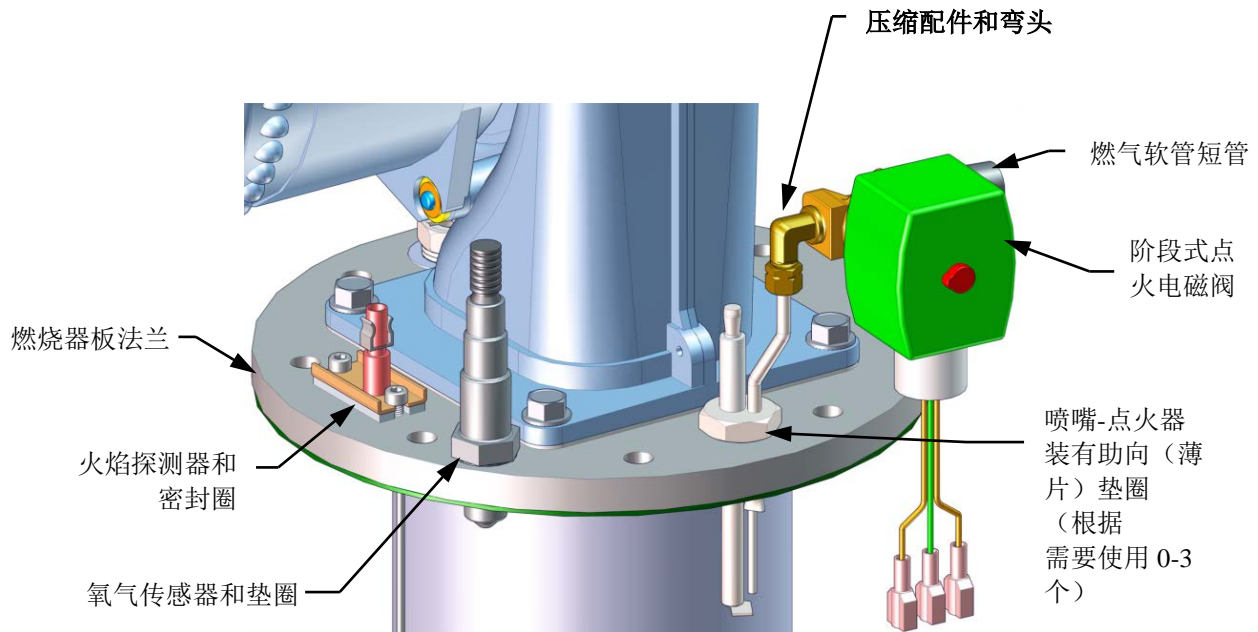

图 7-2: 点火器-喷嘴和火焰探测器安装详细情况
4. 参见图 7-2 中的局部分解图。用 7/16" 开口扳手断开用于将点火器-喷嘴的燃气注入管固定到阶段式点火组件弯管的压缩螺母。将阶段式点火组件从点火器-喷嘴上断开。
4. 拆下两 (2) 个将火焰探测器固定到板上的螺钉 (图 7-2)。火焰探测器分别由一 (1) 个 #10-32 螺钉和一 (1) 个 #8-32 螺钉固定到燃烧器板上。
2. 抓住顶部手柄，直接拉出，以从设备上拆下顶部护罩。这将使护罩与侧部面板上的四 (4) 个针脱离。
3. 从安装在燃烧器板上的火焰探测器拆下导线。参见图 7-2。
4. 拆下两 (2) 个将火焰探测器固定到板上的螺钉。火焰探测器分别由一 (1) 个 #10-32 和一 (1) 个 #8-32 螺钉固定到燃烧器板上。
7. 使用 7/16" 开口扳手，断开用于将点火器-喷嘴的燃气注入管固定到阶段式点火组件弯管的压缩螺母（参见图 7-2）。将阶段式点火组件从点火器-喷嘴上分开。